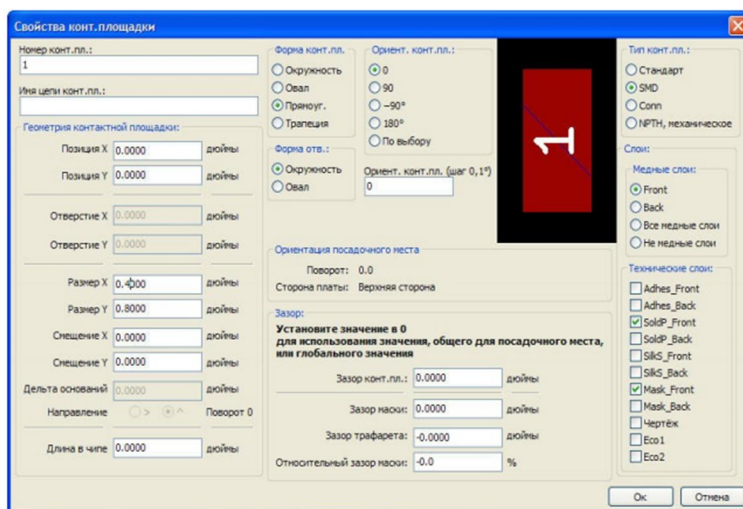
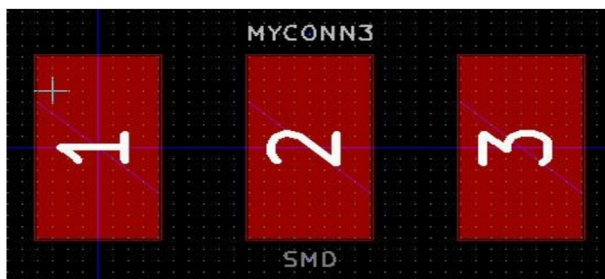

Рисунок 21 – Завдання властивостей контактної площадки
Рисунок 22 – Розміщення контактних майданчиків
5. Встановіть «Номер контактної площадки» 1, «Форма контактної площадки» - «Прямокутник», «Тип контактної площадки» - «SMD» (планарная), «Геометрія контактної площадки» X - 0.4, Y - 0.8. Натисніть «ОК» (рис. 21). Натисніть на Додати контактну площадку знову і додайте ще дві контактні площадки (рис.22).